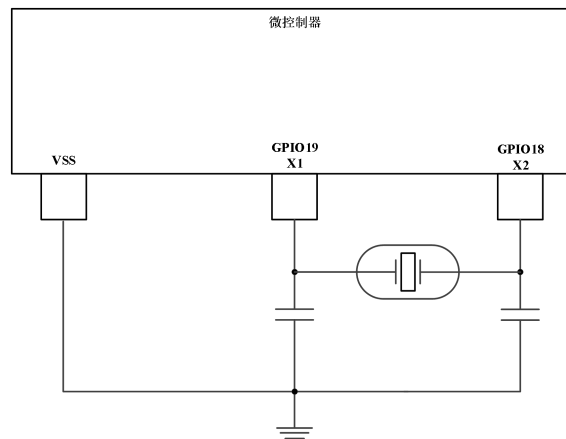

图 6-16.外部晶振
- 外部晶体。如图 6-16 所示，晶体应连接在 X1 和 X2 之间，其负载电容器连接至 VSS。